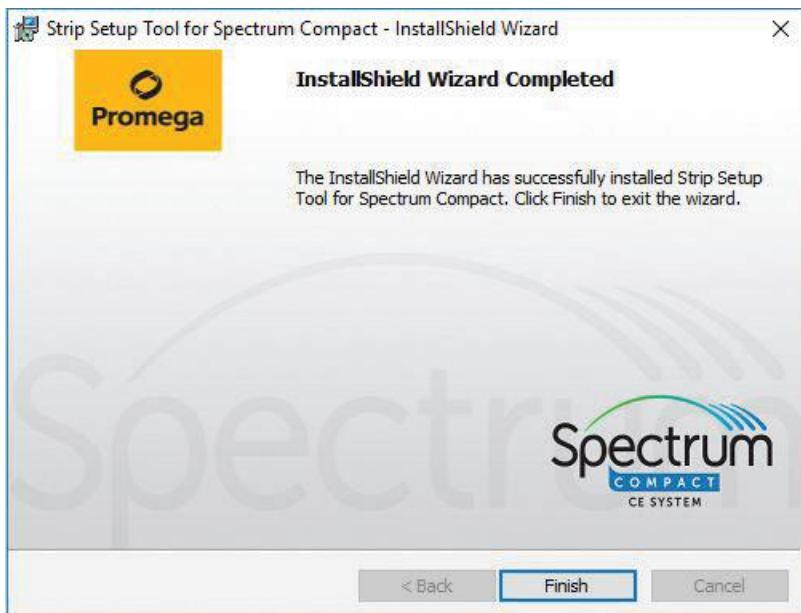

図 189 InstallShield Wizard Completed window 画面
5. ツールのインストールが成功すると、InstallShield Wizard Completed window 画面 (図 189) が表示されます。Finish を選択して、InstallShield のウィンドウを閉じます。